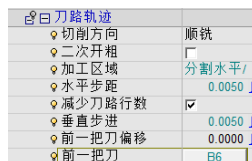

图3-192 刀路轨迹参数(6)
- 展开“刀路轨迹”选项，选中“切削方向”为“顺铣”，取消“二次开粗”复选框，设置“水平步距”为“0.0050”、“垂直步进”为“0.0050”、“前一把刀”为“B6”，其他参数如图3-192所示。